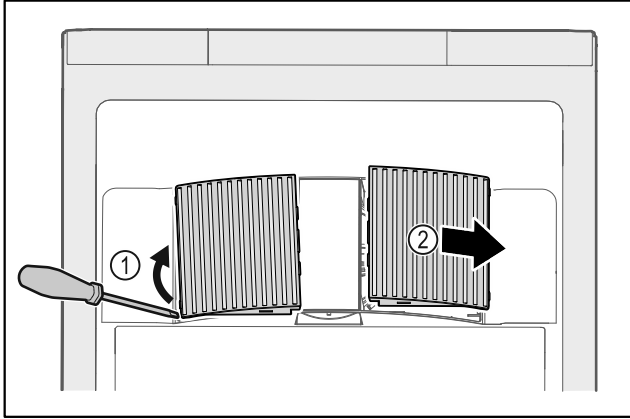

Fig. 164
- ▶ Αναμοχλεύστε προσεκτικά από το πλάι τα καλύμματα του ανεμιστήρα Fig. 164 (1) και αφαιρέστε τα προς τα εμπρός Fig. 164 (2).